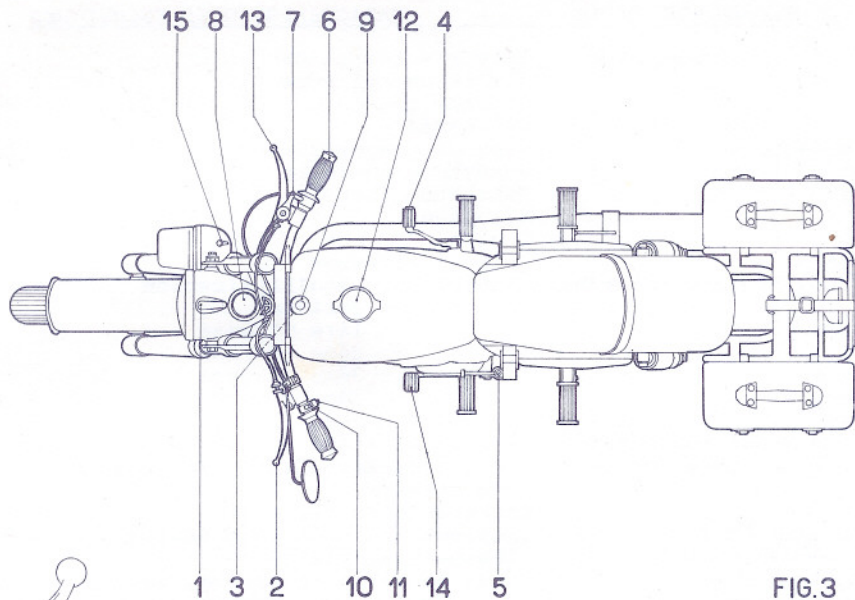

FIG.3
3.1 Anordnung der Bedienungshebel, (Fig. 3)
3.1 Disposition des commandes (fig.3)